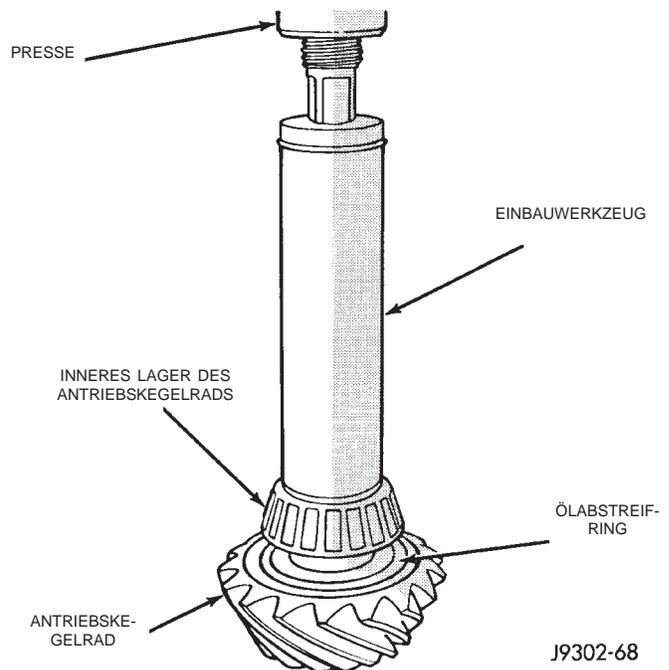

Abb. 46 Inneres Lager auf die Welle montieren
(6) Das innere Lager (und ggf. den Ölabbstreifring) mit Werkzeug W-262 und einer Presse auf der Welle montieren (Abb. 46).